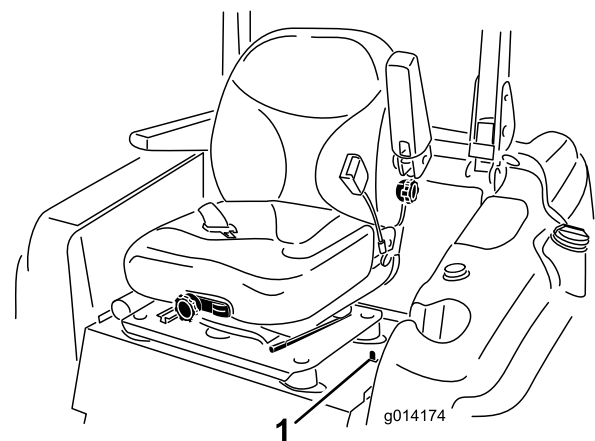

Figura 20
1. Mueva el enganche del asiento, situado en el lado izquierdo del asiento, hacia atrás para desenganchar el asiento, y tire hacia adelante la parte superior del asiento (Figura 20).